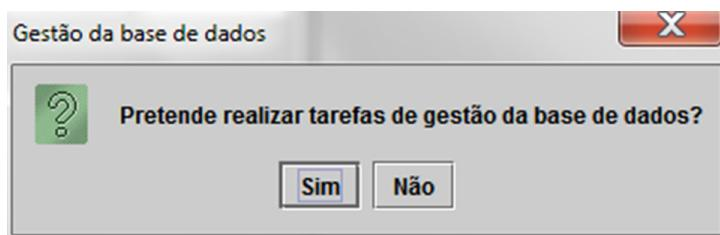
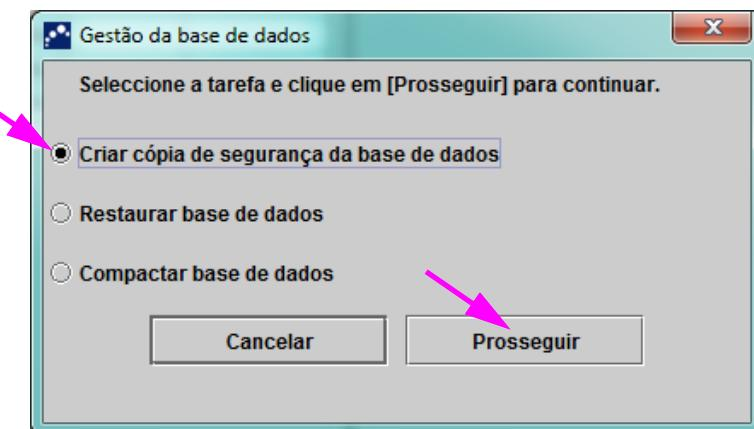

Figura 5-8. Caixa de diálogo Gestão da base de dados
Figura 5-9. Caixa de diálogo Gestão da base de dados
1. Se a caixa **Lembretes de gestão da base de dados** na caixa de diálogo Configuração do sistema (consulte a figura 2-77) não estiver marcada, a caixa de diálogo Gestão da base de dados (consulte a figura 5-8) não será visualizada e não será necessária qualquer acção relativa à base de dados. O software continuará a ser carregado e pode avançar para a Secção 5.2.3.2 para continuar a sequência de arranque.
2. Se a caixa **Lembretes de gestão da base de dados** da caixa de diálogo Configuração do sistema (consulte a figura 2-77) estiver marcada, a caixa de diálogo Gestão da base de dados (consulte a figura 5-8) será então apresentada por cima da janela GeneXpert Dx System, perguntando se pretende realizar tarefas de gestão da base de dados.
- A. Se clicar em **Não** na caixa de diálogo Gestão da base de dados (consulte a figura 5-8), o software GeneXpert Dx continua a ser carregado e pode avançar para a Secção 5.2.3.2.
- B. Se clicar em **Sim** na caixa de diálogo Gestão da base de dados (consulte a figura 5-8), ser-lhe-á pedido que seleccione a tarefa a realizar (consulte a figura 5-9).
Dependendo dos privilégios do utilizador, as quatro opções (ou algumas delas) na caixa de diálogo Gestão da base de dados poderão não estar visíveis. Consulte a figura 5-9.
4. Clique no botão **Prosseguir** (consulte a figura 5-9) para começar a realizar a tarefa de gestão da base de dados pretendida.